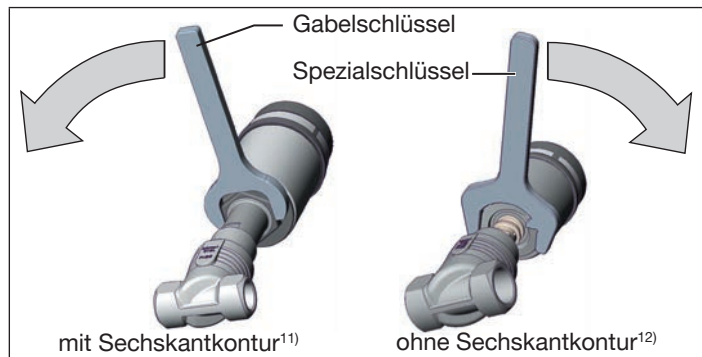

Bild 14: Drehen mit Gabelschlüssel / Spezialschlüssel
- ▶ Den Antrieb **nur im vorgegebenen Richtungssinn** drehen (siehe „Bild 14“!)